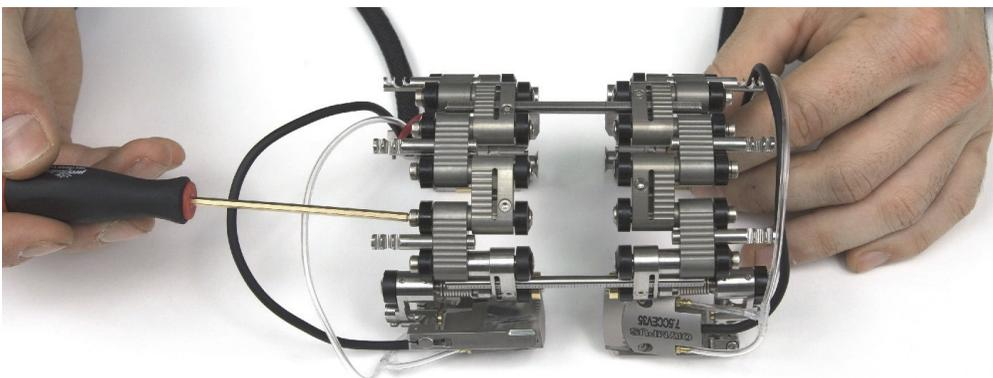

Figura 2-19 Allentamento dei raccordi
2. Svitare di un giro le viti pivot prigioniere dei raccordi femmina e, se pertinente, dei mezzi raccordi e dei raccordi medi (vedere Figura 2-19 a pagina 48).